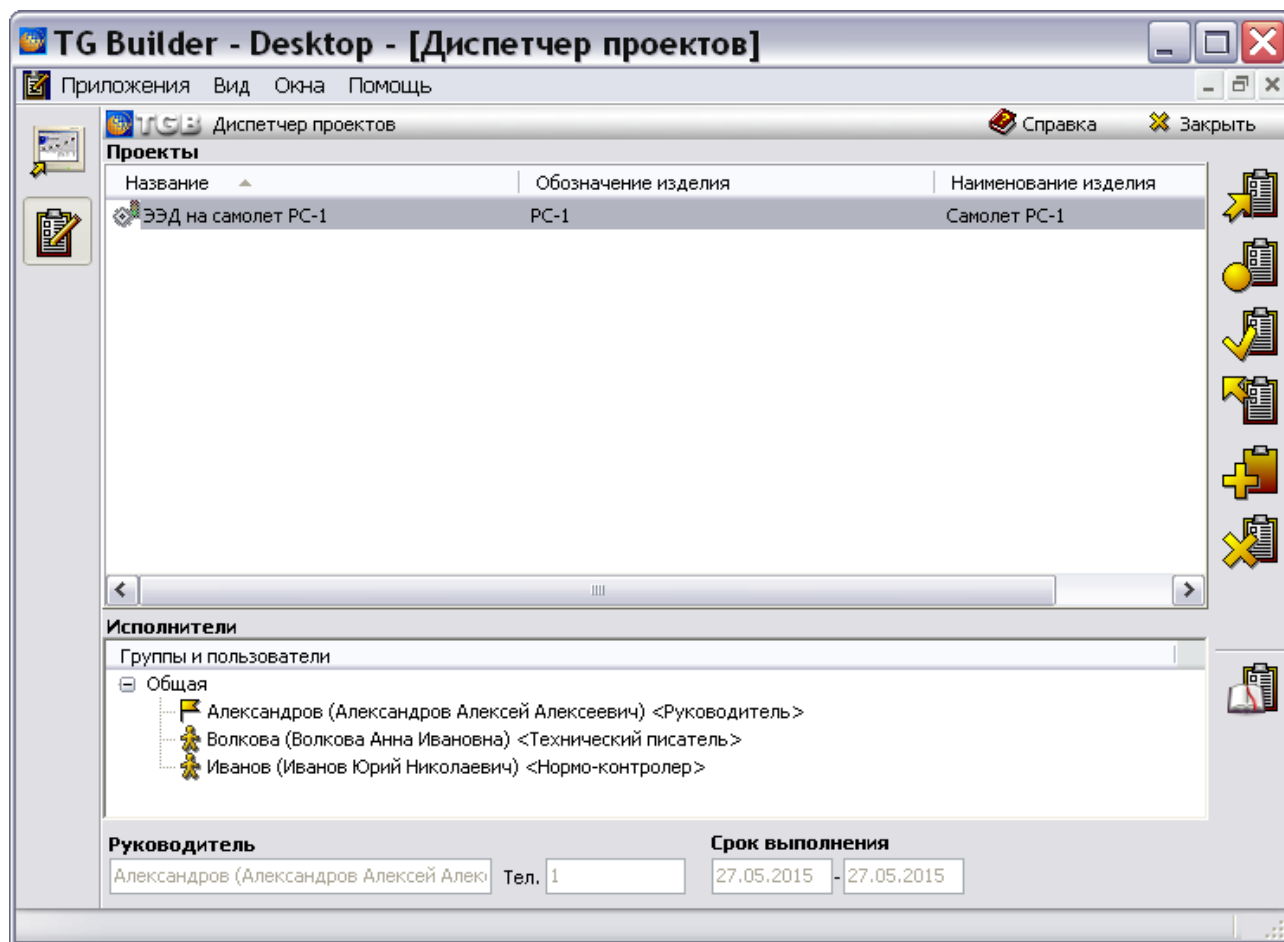

Рис. 2.26
1. Откройте диалоговое окно **Диспетчер проектов** (Рис. 2.26).